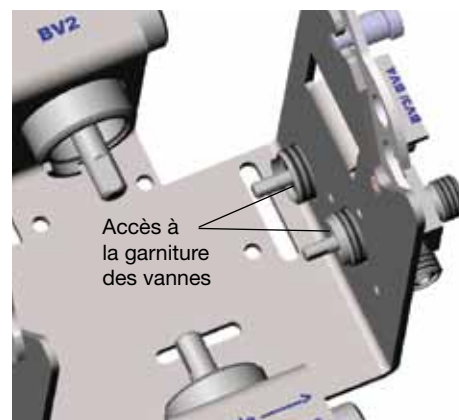

Fig. 6
- Réglez la garniture des vannes en vous reportant à la *Fiche de réglage de la garniture des vannes à boisseau sphérique série 40G*, page 28. Fig. 6.